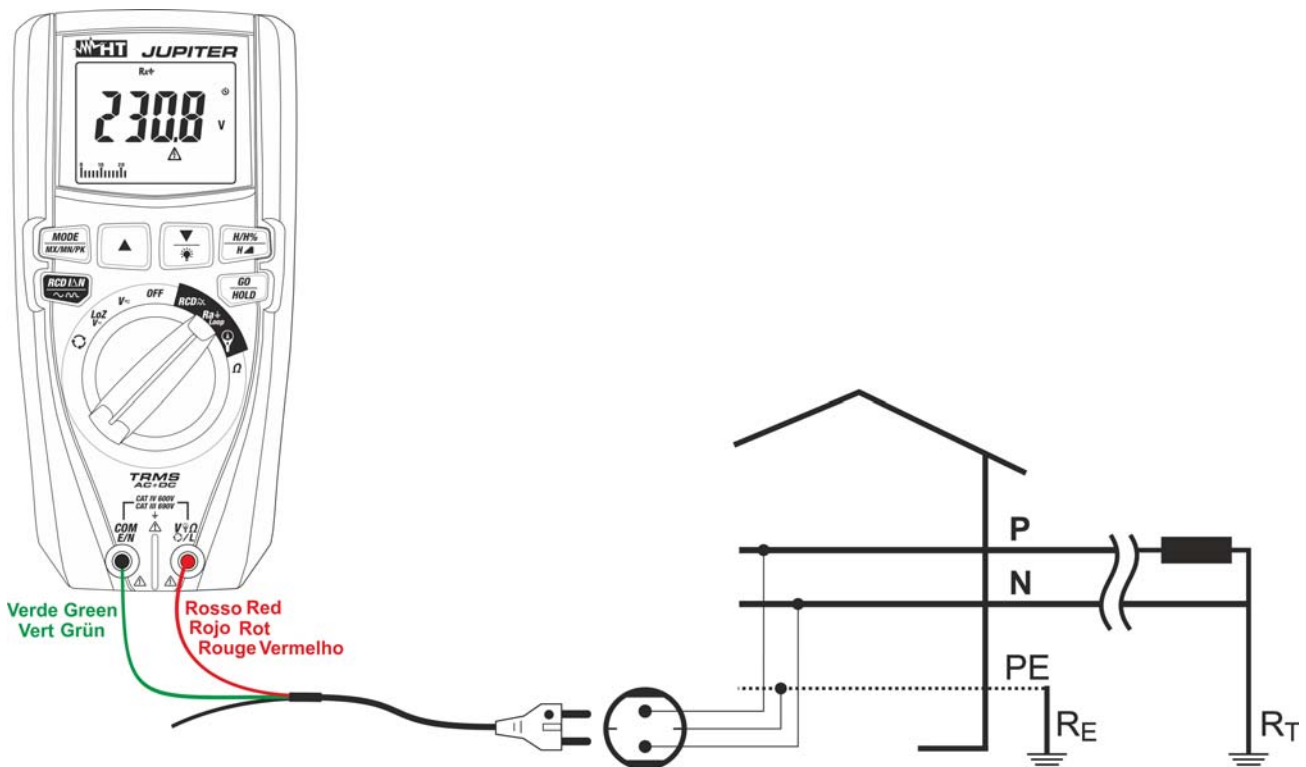

Abb. 23: Verwendung des Geräts zur Messung der Schleifenimpedanz Loop L-PE mit dem Schukokabel
5. Zur Messung der Schleifenimpedanz L-PE, falls das Kabel mit Schuko Eurostecker benutzt wird, verbinden Sie den roten Leiter mit der Eingangsbuchse $V_{\Omega}L$ und den grünen Leiter mit der Eingangsbuchse **COM/E/N**, und verbinden Sie das Gerät mit dem zu messenden Kreis (siehe Abb. 23). Der Spannungswert Phase-Erde erscheint auf dem Display.